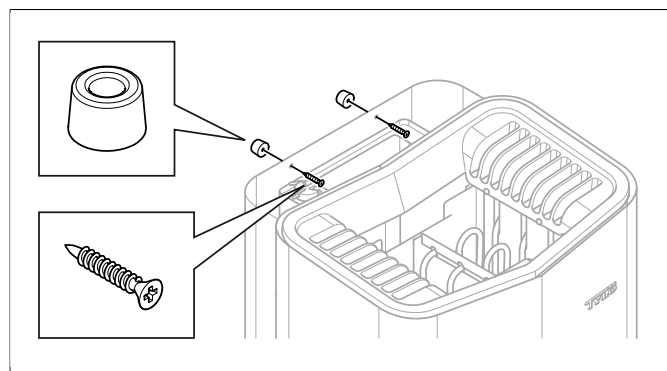

Fig 12: Pose des entretoises
10. Poser les entretoises entre le poêle et le mur (pour empêcher le décrochage du poêle) (voir **Fig 12**, page 6).